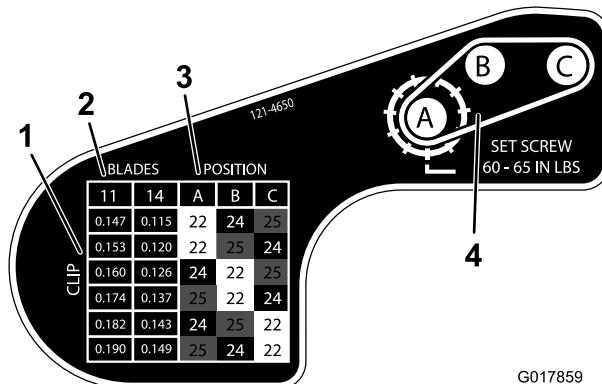

Bild 17
6. Lesen Sie die gewünschte Schnitthöhe und welche Riemscheiben versetzt werden müssen in der Tabelle ab, die auf dem Aufkleber in Bild 17 dargestellt ist.
9. Setzen Sie jede Riemscheibe in die neue Konfiguration, wie auf dem Aufkleber angegeben (Bild 17).